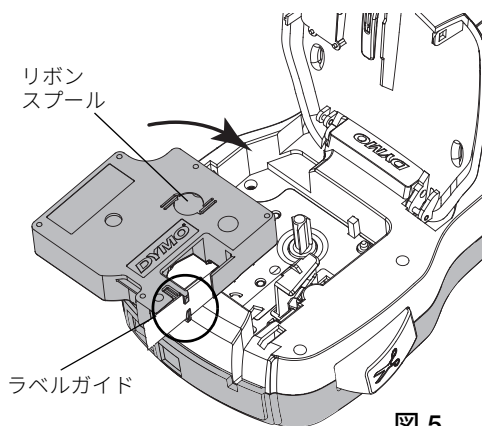

図 5
- 2 テープとリボンにたるみが無く、テープがラベル出口を通っていることを確認します。図 5 を参照してください。